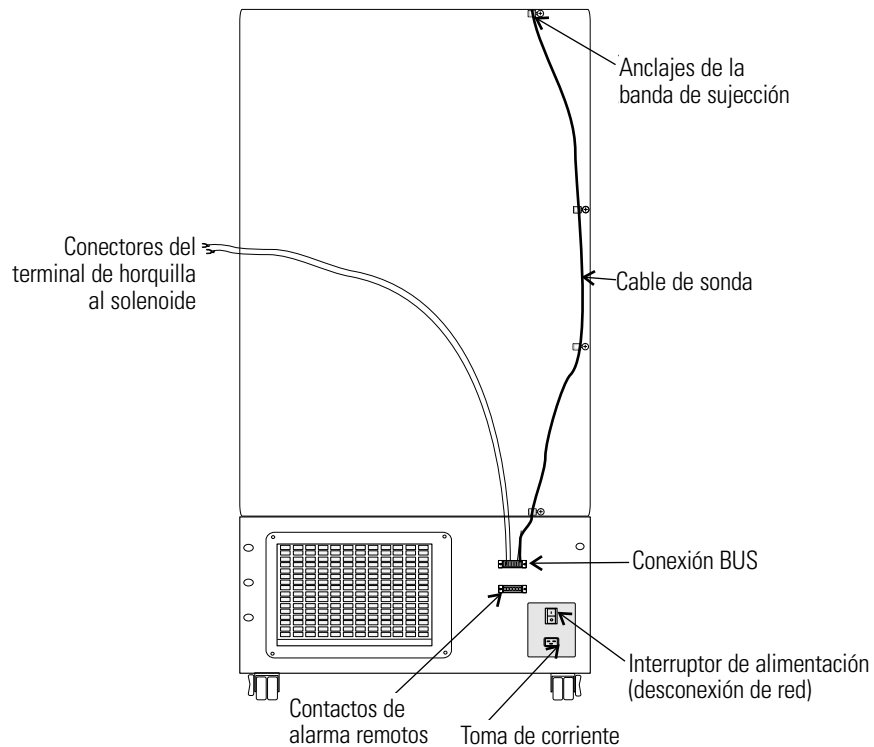

Figura 5-5. Enrutamiento
1. Extraiga los cuatro tornillos del panel posterior del congelador y utilícelos para montar los anclajes de la banda de sujeción, tal como se ilustra en la Figura 5-5. Asegure el cable de la sonda con las bandas de sujeción.
4. Conecte la alimentación al congelador. Encienda el congelador, con el interruptor de la batería apagado (O).